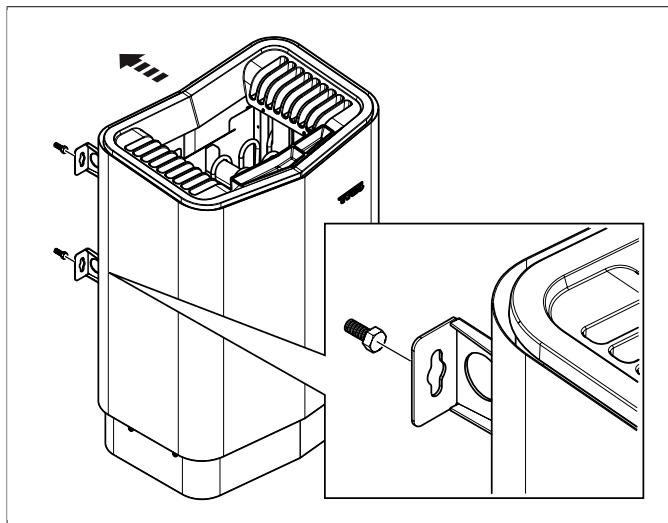

Fig 12: Häng upp aggregatet
- Häng upp aggregatet på skruvorna se **Fig 12**, sidan 5.